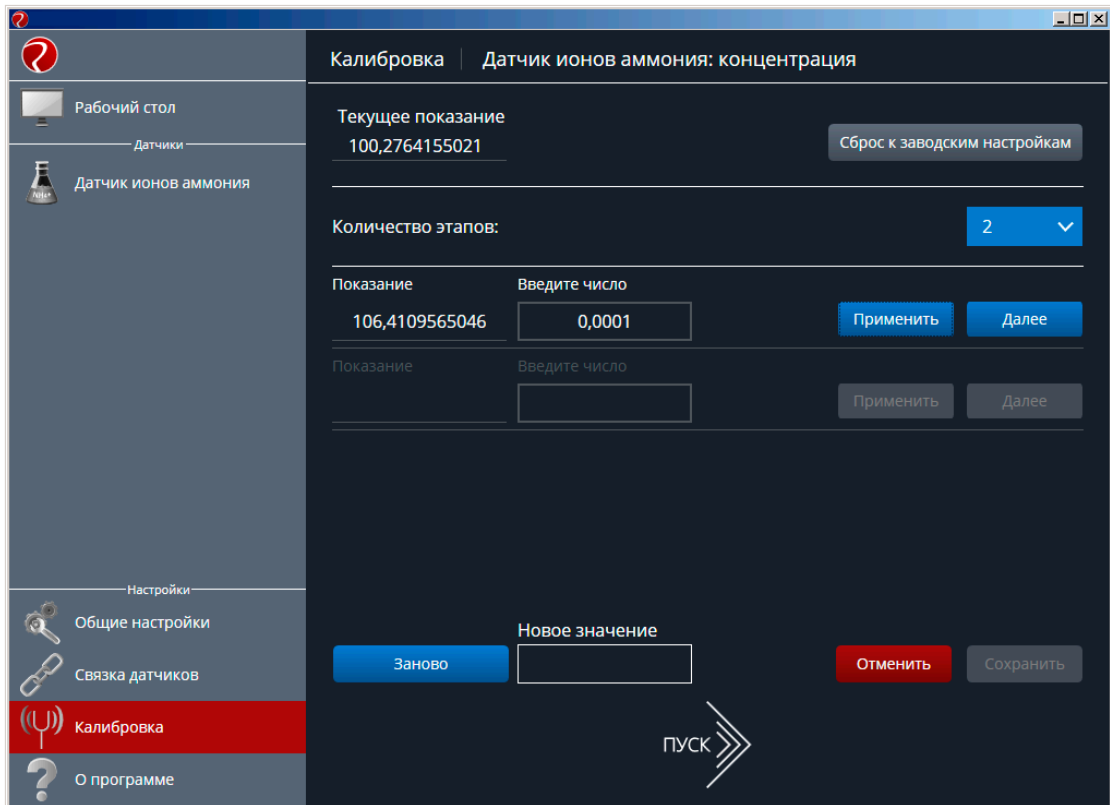

Рисунок 5 – Первый этап калибровки
- 10) В активное поле ввода «Введите число» ввести концентрацию используемого калибровочного раствора. После установления показаний в поле «Показание» нажать кнопку «Применить». В случае возникновения ошибок при проведении данного этапа измерений допускается повторение действий этапа измерений с последующим нажатием кнопки «Применить». Если данный этап калибровки окончен, перейти к следующему этапу калибровки, нажав кнопку «Далее» (рис. 5).